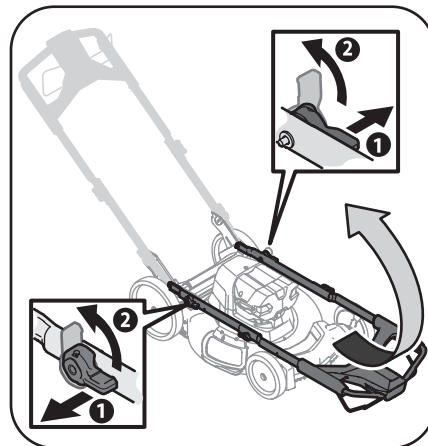

Figura 2-2
7. Tire de las palancas de ajuste de la manija para soltar los pasadores de ajuste de la manija del soporte de la manija. Consulte los recuadros de la Figura 2-2.
8. Gire las palancas (a) hacia arriba, de manera perpendicular a la manija, como se muestra en la Figura 2-2. Levante la manija cuidadosamente.